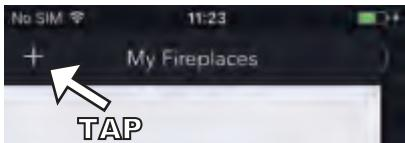
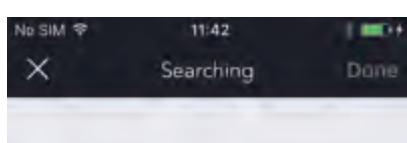

Fig. 2 Appuyez sur le bouton "+"
Fig. 3 Rechercher Foyer
4. Appuyez sur le bouton "Ajouter" (Fig. 2) et commencer la recherche (Fig. 3) du foyer à proximité